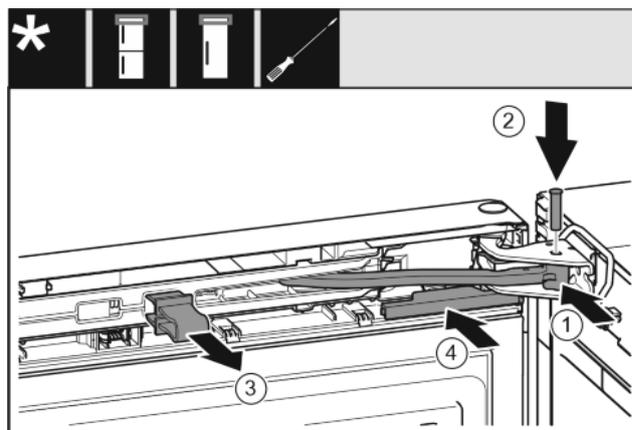

Fig. 39
- ▶ Tourner l'articulation dans le support de palier. Fig. 39 (1)
- ▶ Introduire le boulon dans le support de palier et l'articulation. Veiller à ce que l'ergot d'encliquetage repose correctement dans la rainure. Fig. 39 (2)
- ▶ Enlever l'arrêt. Fig. 39 (3)
- ▶ Enfiler le cache. Fig. 39 (4)